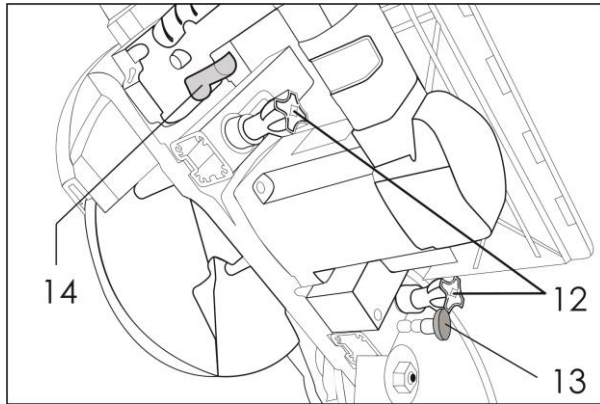

Рис.4
- потяните и вытяните полностью наружу стопорный предохранитель (13) (рис.4);
*при вытянутом наружу стопорном предохранителе кнопки вкл./выкл. (для настольного режима пилы) (1, 2) отключаются, подключается кнопка вкл./выкл. (для режима торцовочной пилы) (14);*
- снимите нижний защитный кожух диска (8);
- установите удлинители нижнего рабочего стола (34), через отверстия (22);
- полностью вытяните предохранительный упор (33).
- установите голову пилы в вертикальное положение, затяните ручку фиксатора (11);
- установите поворотный стол (6) в положение 0°, затяните ручку фиксатора (10);
- на поворотный стол (6) установите нижний защитный кожух (8), закрепив защитный кожух за упорные планки (15) и (16);
- нажмите кнопку разблокировки (17), возьмите за рукоятку (18) и потяните вниз до конца, необходимо чтобы защитный кожух (8) полностью закрыл полотно диска;
- нажмите на переднюю часть (А) верхнего рабочего стола (4) (рис.2) для снятия нагрузки со стопорного предохранителя (рис.4), нажмите на стопорный предохранитель вовнутрь до конца, чтобы он зафиксировался;
- ослабьте зажимные винты (12), опустите верхний рабочий стол в нижнее положение, затяните оба зажимных винта (12);